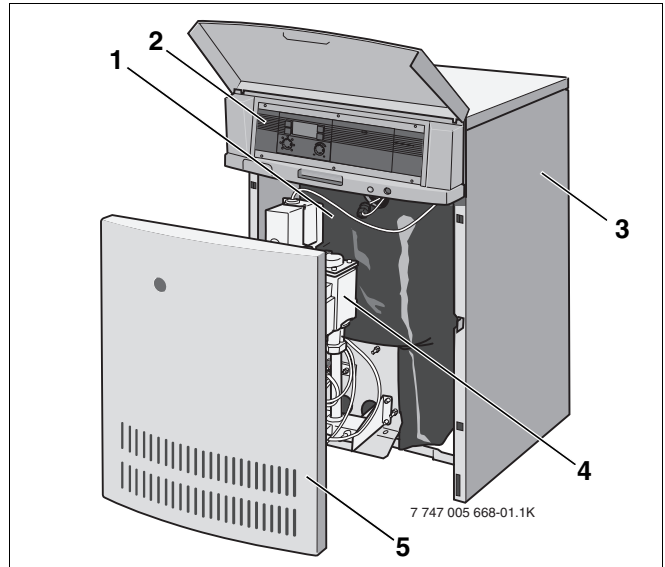

Abb. 1 Gas-Spezialheizkessel SG 14
Der Gas-Spezialheizkessel SG 14 (Abb. 1) ist werkseitig komplett mit integriertem Gasbrenner und Regelgerät ausgestattet.
Die Hauptbestandteile des Gas-Spezialheizkessels SG 14 (Abb. 1) sind:
- Kesselblock mit Wärmeschutz (Abb. 1, **Pos. 1**) und Gasbrenner (Abb. 1, **Pos. 4**).
- Kesselmantel (Abb. 1, **Pos. 3**), Wärmeschutz (Abb. 1, **Pos. 1**) und Kesselvorderwand (Abb. 1, **Pos. 5**).
- Regelgerät (Abb. 1, **Pos. 2**).